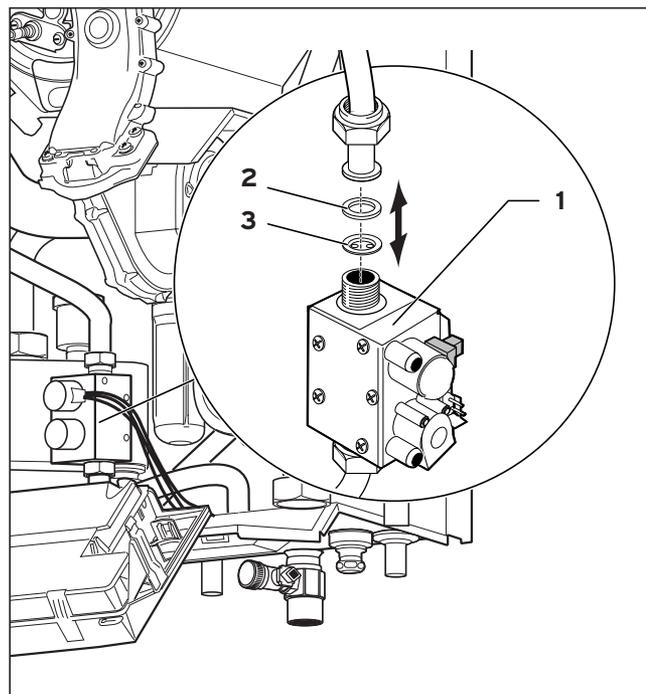

Abb. 5.3 Gasblende tauschen
- Für die Umrüstung des Gerätes von Erdgas- auf Flüssiggasbetrieb tauschen Sie die eingebaute Gasblende inklusive der Dichtung (2, 3) gegen die dem Gerät beige packte entsprechende Flüssiggasblende aus (s. Abb. 5.3) (Tab. 5.1).